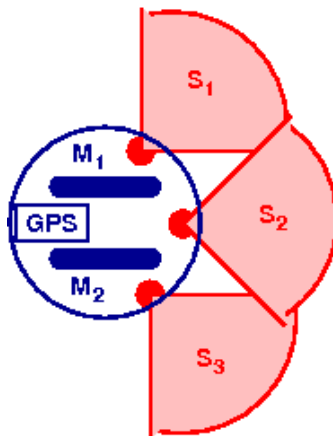

Figura 1: Robot simulado
Se dispone de un robot como el de la figura 1, dotado de 3 sensores de proximidad y de dos motores. El robot se mueve en un mundo que se diseñará mediante un fichero de texto en el que se indican con “X” las casillas ocupadas por un obstáculo. El fichero tiene unas dimensiones de 50 columnas x 20 filas casillas y se supone circular (si se el robot sale por la derecha vuelve por la izquierda de la misma fila, si sale por arriba aparece por abajo en la misma columna, etc.). El robot parte de la casilla superior izquierda, orientado hacia abajo. El robot puede estar orientado hacia abajo (S), arriba (N), la izquierda (O) o la derecha (E).